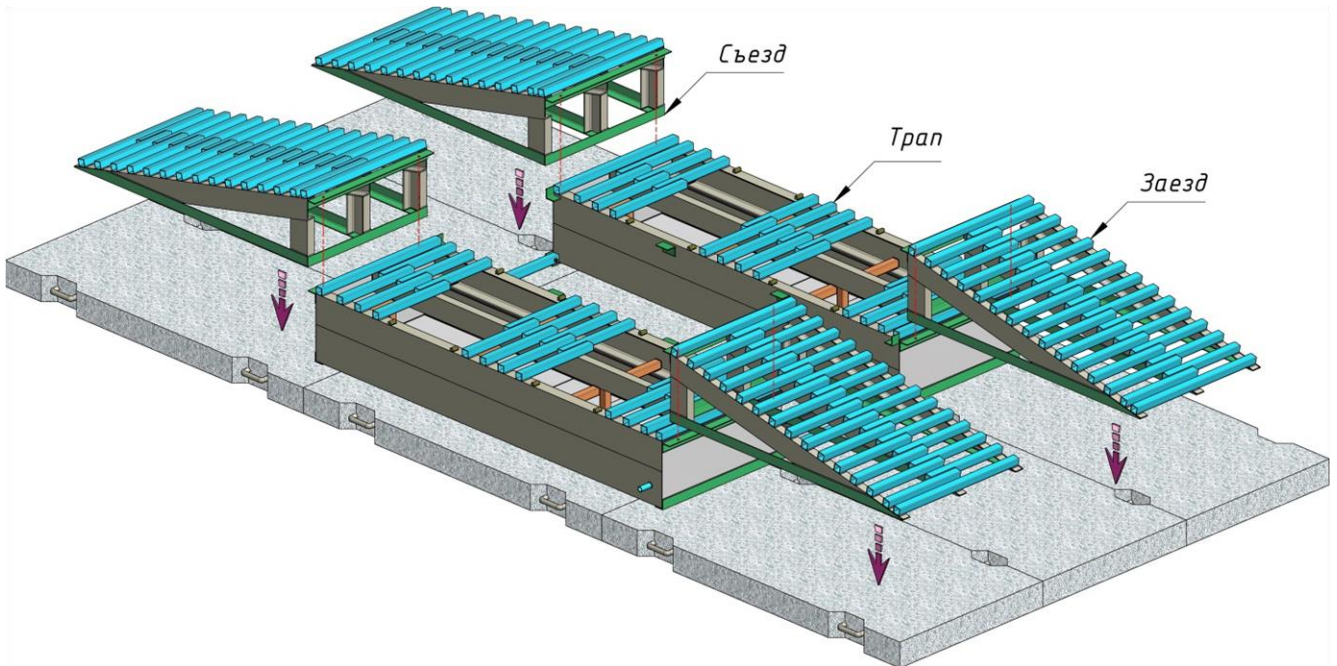

Рисунок 3
– спереди и сзади трапов устанавливаются заезды/съезды, каждый из которых крепится с помощью 2-х болтов M12x40/гаек M12/шайб 12 (смотри рис. 3);